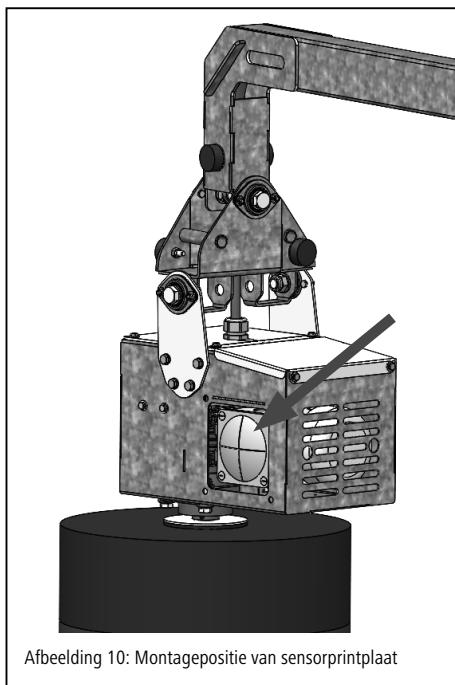

Afbeelding 8: Aansluitschema van printplaat met condensator - MaxiSwing
De cyclustijd is af fabriek ingesteld op 60 seconden. Indien nodig kan deze met behulp van het dip-switch-element op de printplaat (afb. 8 – pos. 1) op een waarde tussen 10 en 300 seconden worden ingesteld. De cyclustijd mag alleen na ruggespraak met de klantenservice van Kerbl opnieuw worden ingesteld.
Zekering 6, 3 A (afb. 8; pos 3+4) op de printplaat doorgebrand of losgeraakt.	<ul style="list-style-type: none"> <li>Besturing van het lichtnet loskoppelen en tegen opnieuw inschakelen beveiligen.</li> <li>Controleren of de zekeringen stevig vastzitten. Defecte zekeringen vervangen. (Afb. 8 – pos. 3+4)</li> <li>Wanneer bij de herstart na het vervangen van de zekeringen geen weergave op het display verschijnt, is de hoofdprintplaat defect.</li> </ul>